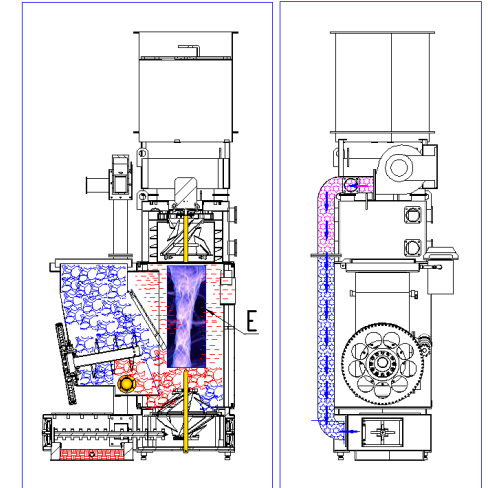

Рис.13
5. Включить электродвигатель параметрического резонатора (рис.13)